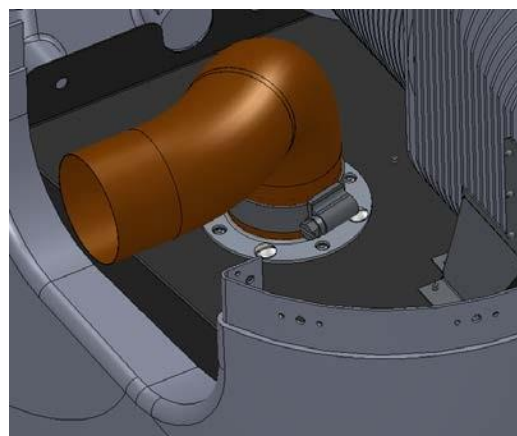

图 3 - SCAT 管法兰的安装
5. 在前左挡板的顶部安装 SCAT 管法兰，并与机舱热空气进口对齐。 $\frac{1}{4}''$ 孔法兰暂时放置现有的铆钉。(图 3)
8. 用 AN737TW74 软管夹将 SCAT 管头端夹到法兰处。(图 3)